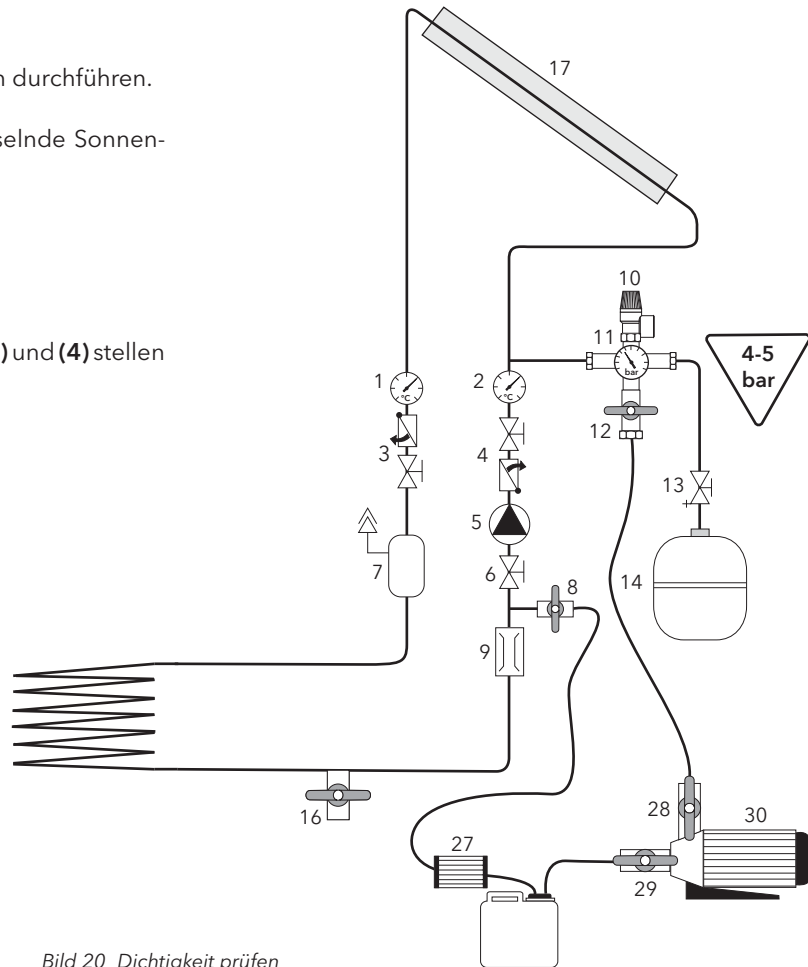

Bild 20 Dichtigkeit prüfen
- KFE-Hahn (8) schließen
- Nach Erreichen des Prüfdrucks KFE-Hahn (12) schließen
- Kugelhähne und Schwerkraftbremsen (3) und (4) stellen wie in Bild 20